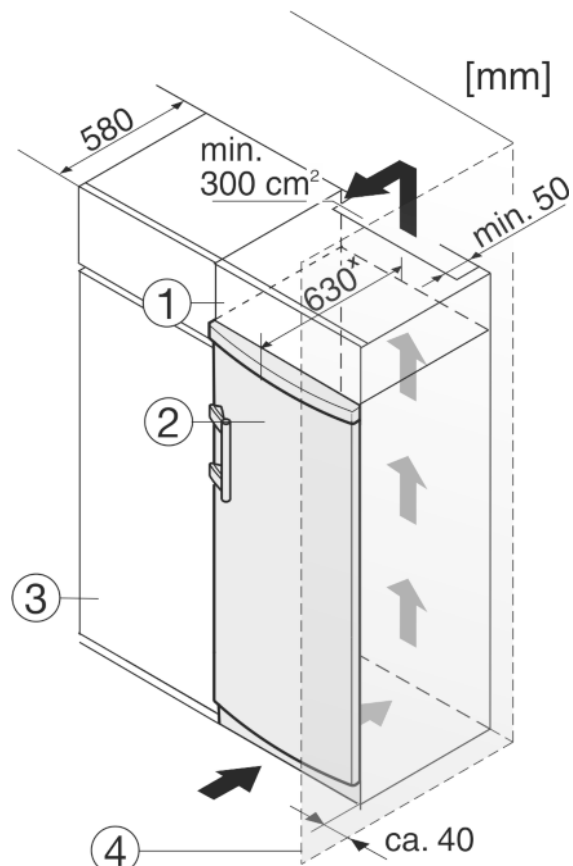

Fig. 9
Das Gerät kann mit Küchenschränken umbaut werden. Um das Gerät Fig. 9 (2) der Küchenzeilenhöhe anzugleichen, kann über dem Gerät ein Aufsatzschrank Fig. 9 (1) angebracht werden.
Beim Umbau mit Küchenschränken (Tiefe max. 580 mm) kann das Gerät direkt neben dem Küchenschrank Fig. 9 (3) aufgestellt werden. Das Gerät steht seitlich 34 mm^x und in der Gerätemitte 50 mm^x gegenüber der Küchenschrankfront vor.
Wenn das Gerät mit den Scharnieren neben einer Wand Fig. 9 (4) aufgestellt wird, muss der Abstand zwischen Gerät und Wand mindestens 40 mm betragen. Dies entspricht dem Griffüberstand bei geöffneter Tür.